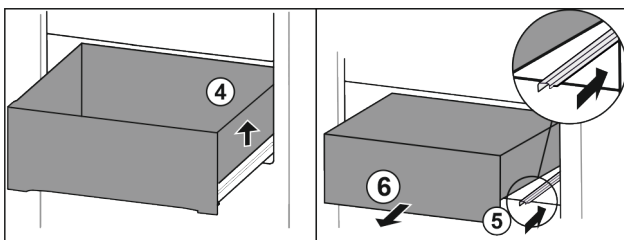

Fig. 69
- ▶ Podignite ladicu desno. Fig. 69 (4)
- ▶ Gurnite desnu vodilicu. Fig. 69 (5)
- ▶ Izvadite ladicu prema naprijed. Fig. 69 (6)